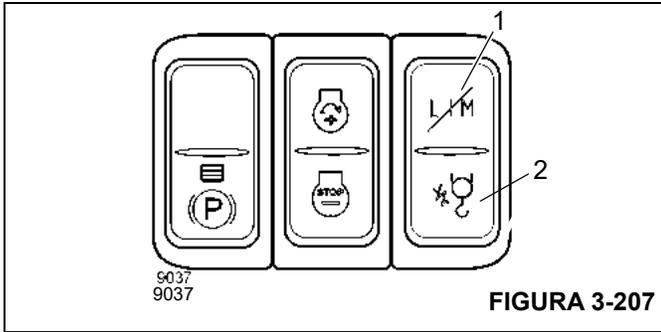

FIGURA 3-207
Interruptor (1), (Figura 3-207), para anular los siguientes bloqueos:
Interruptor (2), (Figura 3-207), para anular los siguientes bloqueos: